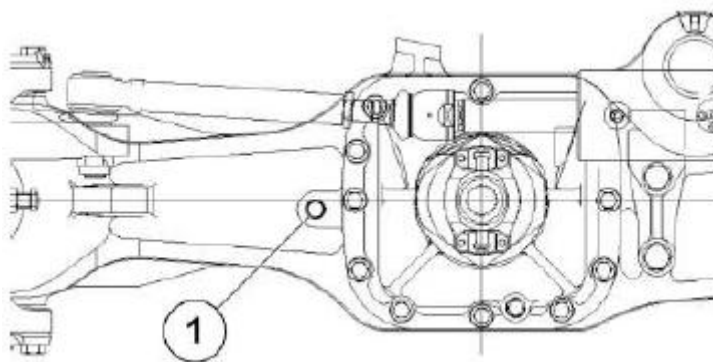

Рисунок 5.30 Отверстие для заливки масла
- ▶ Установите пробку 1 и затяните её см. рис.5.30